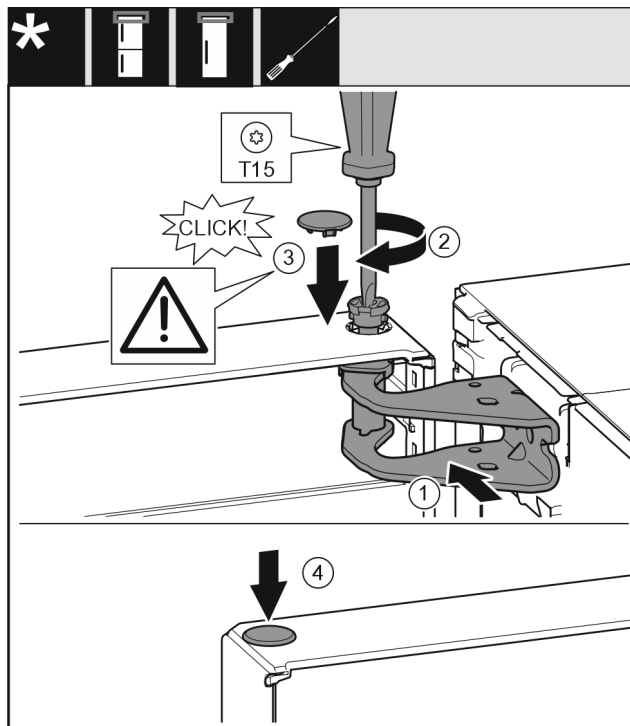

Fig. 22
- Vrata zgoraj poravnajte z odprtino v ležajnem podstavku Fig. 22 (1).
- Vstavite sornik Fig. 22 (2) in ga zategnite z izvijačem.
- Vstavite pokrov Fig. 22 (3).
- Preverite, ali pokrov Fig. 22 (3) pravilno leži na vratih.
- Vstavite pokrov Fig. 22 (4).